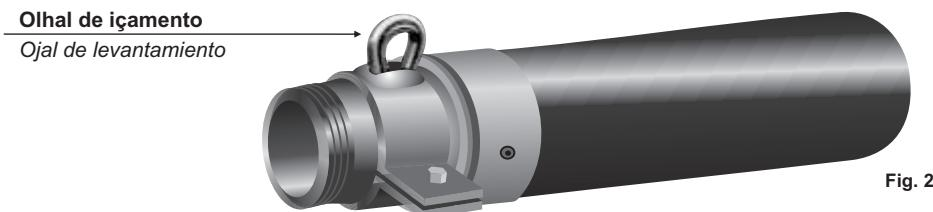

Fig. 2
2. Las mangueras montadas nunca deben ser levantadas por el collar de seguridad/corriente. Estas deben ser levantadas por collares con "ojales de levantamiento" (**Fig. 2 e 5**).
3. Colares com olhais de içamento podem ser adquiridos através de pedidos especiais (**Fig. 2**).